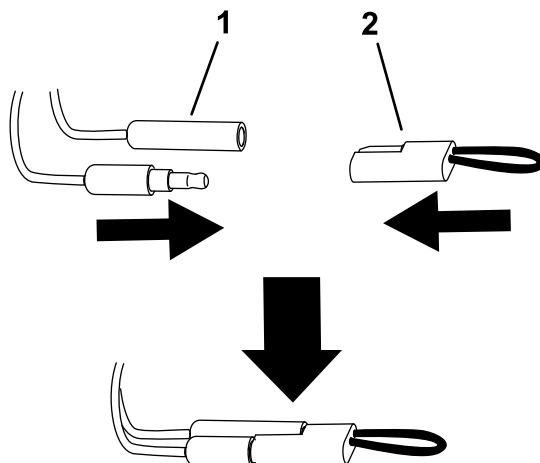

図 12
5. キャリブレーション用コネクタの接続を外して各コネクタにプラグをはめる 図 12。